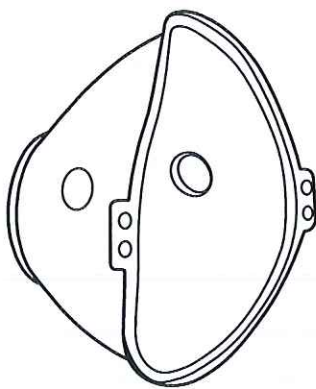

Рис. 4
2.3. Маска взрослая Prolife PNF (рисунок 4) – 1 шт.